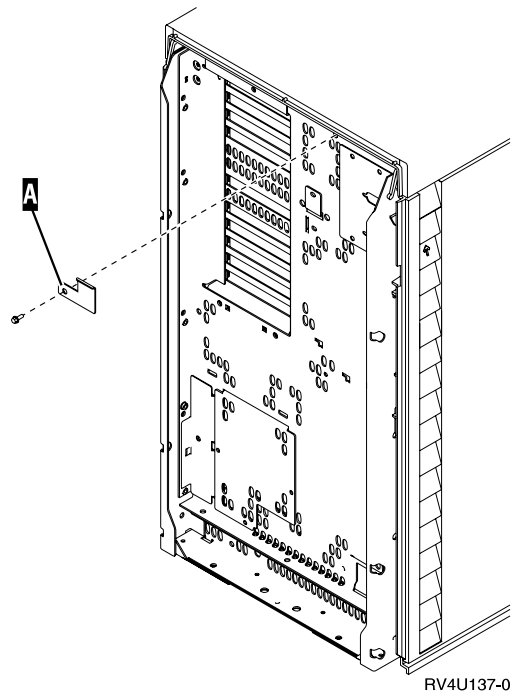

Figure 28. Retrait du verrou du panneau supérieur
- ___ 4. Retirez le panneau avant de l'unité centrale (voir figure 28 à la page 29) en procédant comme suit :